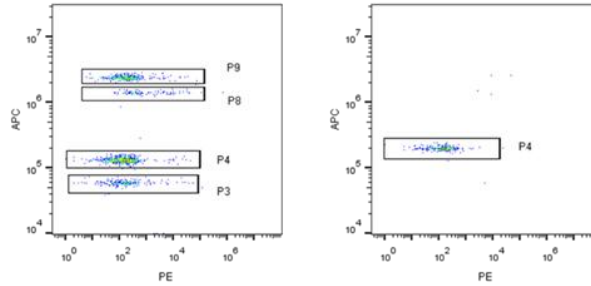

图 2
- 分别在 PE (X轴) -APC/PE-Cy7/PE-Cy5 (Y轴) 对数散点图内分析“Gate1”和“Gate2”, 保证所有微球群位于坐标轴内。调节 APC/PE-Cy7/PE-Cy5 通道电压, 使各个散点图内微球分群清晰, 如图 2 (左图为 Gate1 分析图, 右图为 Gate2 分析图)。